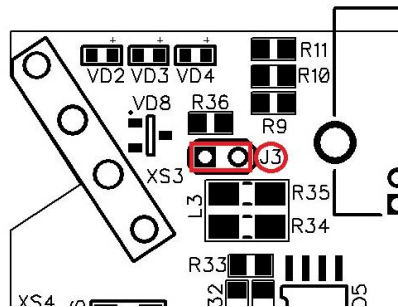

Рис. 4.7 Установка перемычки (джампера) для подключения внутреннего терминального резистора на CAN шину
- найти на плате 2-х контактный разъем J3 (рис. 4.7) и установить на него перемычку (джампер).